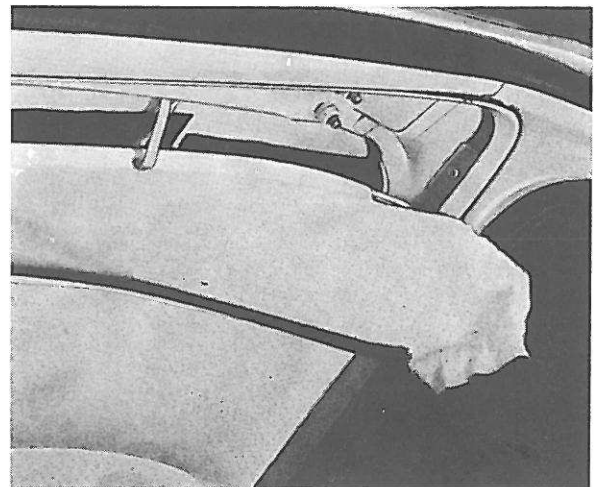

Figure 42. Dégarnissage du toit pour accès aux écrous des charnières de la lunette
3. Détachez avec précaution le revêtement intérieur du toit, au bord arrière, en commençant par le milieu. Quand on arrive aux coins, pliez un peu les dents de l'attache et dégager la garniture du toit de ces dents. Dégarnir ainsi le toit jusqu'à la nervure arrière comme le montre la figure 42.